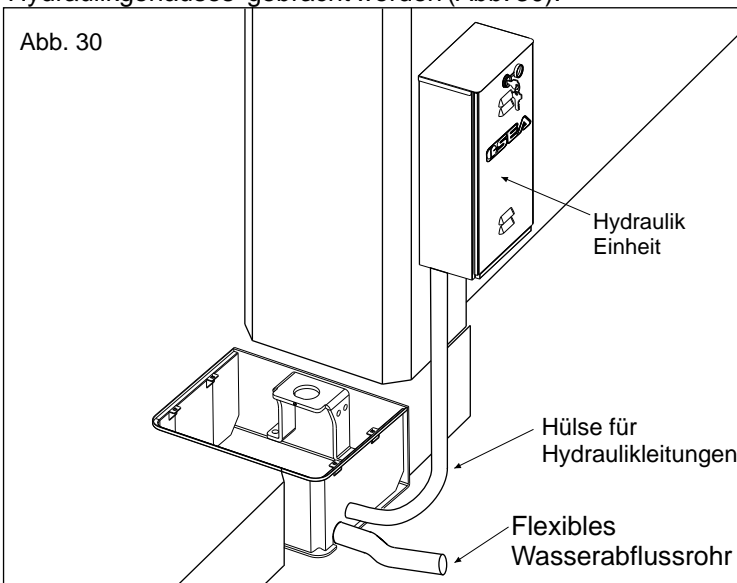

Abb. 30
- ein Wasserabflussrohr aus flexiblem Plastik mit einem Durchmesser von mindestens 40 mm, muss in die dafür vorgesehene Öffnung auf dem Gehäuse vor dessen Einbetonierung eingeführt werden (Abb. 30) und **muss bis zum Abfluss der Kanalisation gebracht werden;**
- Eine Hülle mit einem Durchmesser von mindestens 32mm für den Durchgang von Hydraulikleitungen, muss in die Nähe des Hydraulikgehäuses gebracht werden (Abb. 30).